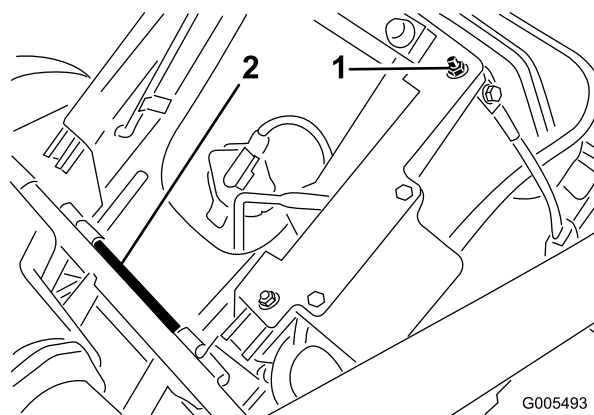

図 5
1. 座席の右後ろにある調整ネジについているロックナット (図 5) とブラケット (出荷用) を外して捨てる。図ではブラケットを省略している。
2. 座席は (出荷用の位置に) 固定されているので、まず、ピボット・ロッドのコッター・ピンを抜いてピボット・ロッドを外す。座席を外す (図 5)。コッター・ピンは捨てる。